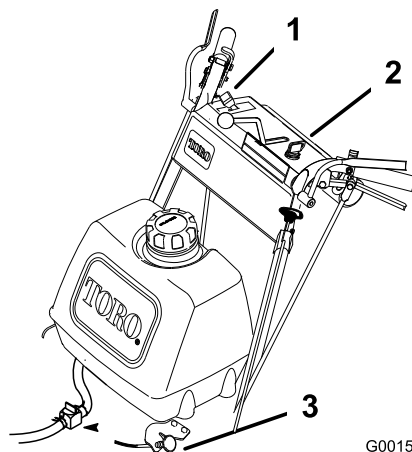

Figure 9
11. Repoussez le starter en position hors service lorsque le moteur se réchauffe (Figure 9).
1. Placez la commande d'accélérateur à la position bas régime (Figure 9).